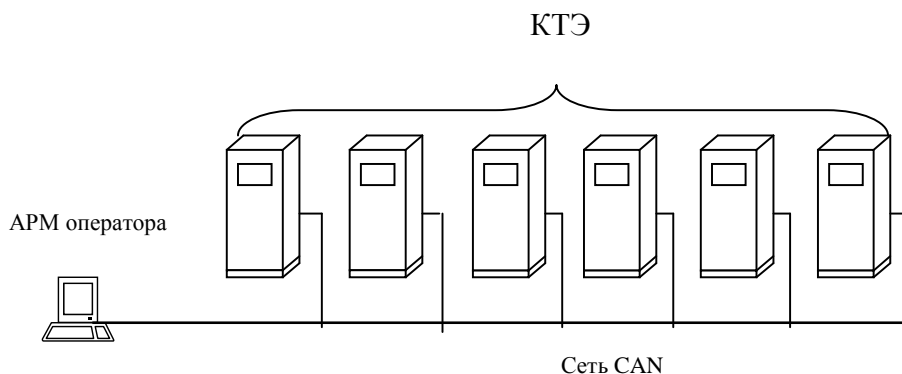

Рис. 1.1 Конфигурация системы
1.2.1 Конфигурация системы представлена на рис. 1.1. Представленная на рисунке конфигурация является минимальной из поставляемых.
Т. к. представленная на рис. 1.1 конфигурация является минимальной, станция оператора дополнительно выполняет функции архиватора аварийных процессов, сетевого сервера и анализатора аварийного «следа». В качестве АРМ оператора может выступать практически любой IBM-совместимый компьютер, использующий процессор с частотой выше 500MHz,